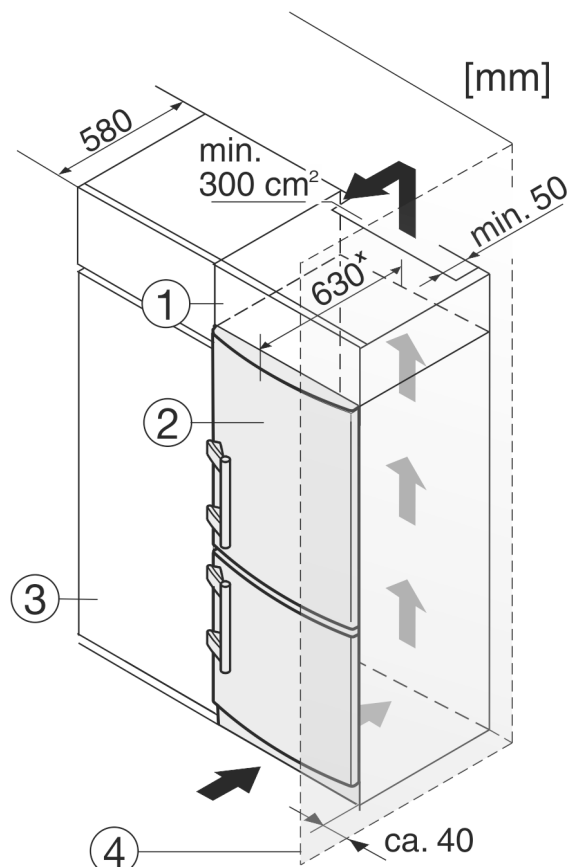

Fig. 9
- (1) Szafka nakładana
- (2) Urządzenie
- (3) Szafka kuchenna
- (4) Ściana
Urządzenie może zostać obudowane szafkami kuchennymi. Aby dopasować urządzenie Fig. 9 (2) do wysokości ciągu szafek kuchennych, można nad urządzeniem umieścić szafkę nasadzaną Fig. 9 (1).
W przypadku obudowania szafkami kuchennymi (głębokość maks. 580 mm) urządzenie można ustawić bezpośrednio obok szafki kuchennej Fig. 9 (3). Urządzenie wystaje z boku o 34 mm x i na środku urządzenia o 50 mm x w stosunku do szafek frontów kuchennych.
Jeżeli urządzenie będzie ustawiane z zawiasami do ściany *Fig. 9 (4)*, to pomiędzy urządzeniem i ścianą należy zachować minimalny odstęp, wynoszący 40 mm. Na taką odległość wystaje klamka przy otwartych drzwiach.